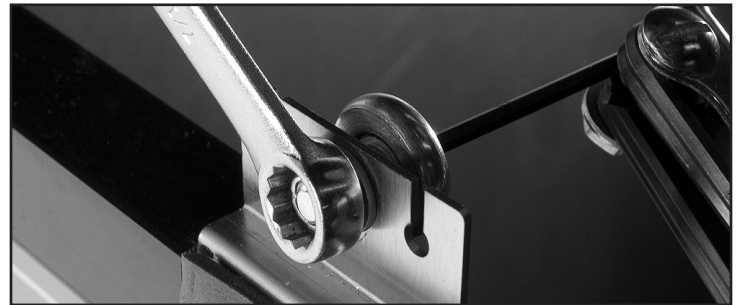

Fig. 1 Ajuste el rodillo.
2. Afloje el rodillo con una llave de 7/16" o ajustable y una llave Allen de 1/8" y muévalo sobre el orificio ranurado. Después de realizar el ajuste, fije el rodillo en su lugar. Ver fig. 1.